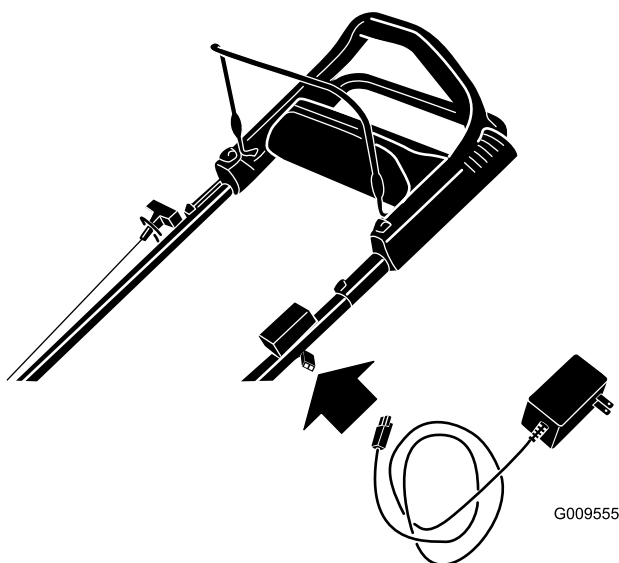

Figure 37
1. Branchez le chargeur au faisceau de câblage de la machine situé sous la clé de contact (Figure 37).